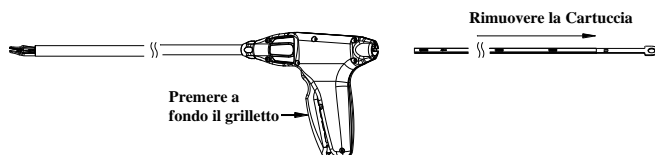

Fig. 4
1. Rimuovere e gettare la Cartuccia monouso, premendo a fondo il grilletto (Fig.4). Qualora la Cartuccia non fosse esaurita, prestare attenzione alla Clip che rimane tra i morsi dell'Applicatore, dopo l'estrazione. In questo caso, "sparare" la Clip rimasta su di un telo, in modo che tale Clip non più sterile, non vada a cadere su strutture sterili, causando danni.